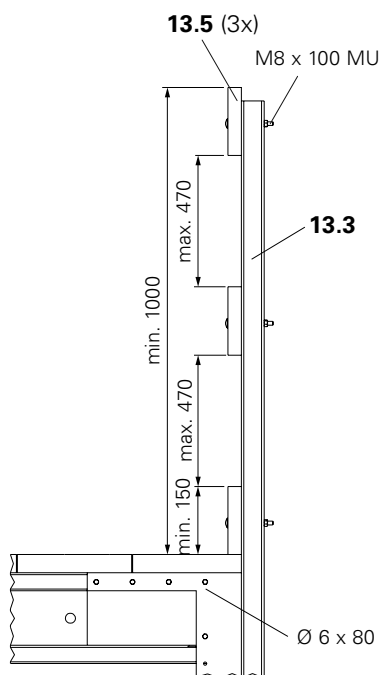

Fig. A1.25
- **Montante parapetto estremità CB. (Fig. A1.25)**
(Fig. A1.25)